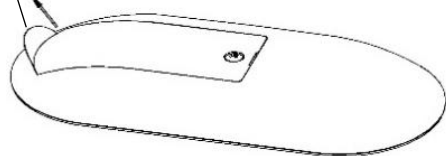

Fig. 5a
1. Antes de utilizar el mando a distancia por primera vez, retire la lámina de la pila. (Fig. 5a)